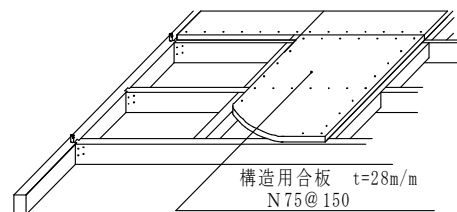

図 2-4<水平方向の合理化>
- (4) 1・2階共に厚さ28mm構造用合板を直接、床梁などに接着剤併用で釘止めする事で、剛性の高い床面を構成する。剛床により、耐風や地震による建物ねじれを抑えることができる。(図2-4)